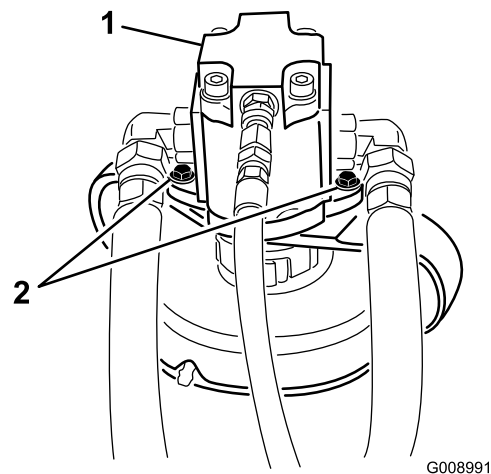

図 82
5. 油圧モータを刈り込みデッキに固定しているボルトを外す 図 82。
3. 油圧モータを刈り込みデッキに固定しているボルトを外す 図 82。